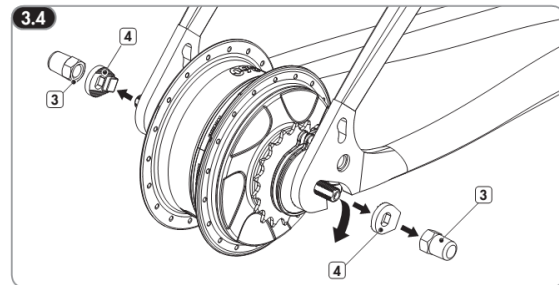

Abbildung 10: Die Sicherungsscheiben und Radmutter abnehmen
4 - Die Radmutter (3) sowie die Sicherungsscheiben lösen (4) und/oder abnehmen, siehe Abbildung 10